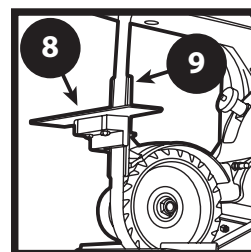

FIGURE 6
12. Fixer la table d'affûtage du guide de scie à chaîne au plateau vertical à l'aide de deux boulons. (Figure 6).